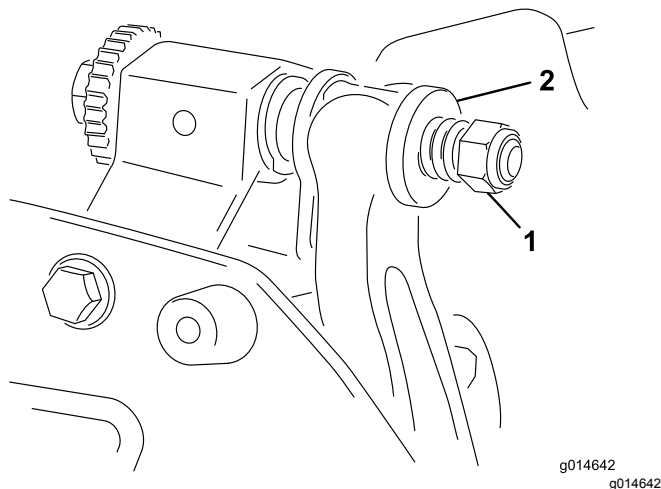

Figure 22
5. Serrez l'écrou de tension du ressort jusqu'à ce que les spires soient jointives, puis desserrez-le de 1/2 tour (Figure 22).